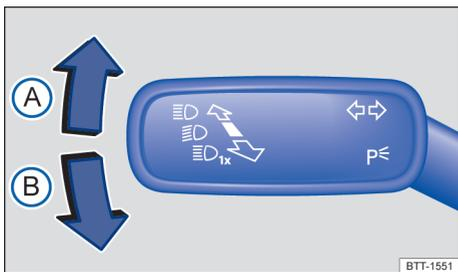

Fig. 88 No lado esquerdo da coluna de direção: alavanca dos indicadores de direção e do farol alto.
- Trazer a alavanca dos indicadores de direção e do farol alto → Fig. 88 da posição central para a seguinte posição:
- (A) Piscar à direita ➔.
- (B) Piscar à esquerda ➜.